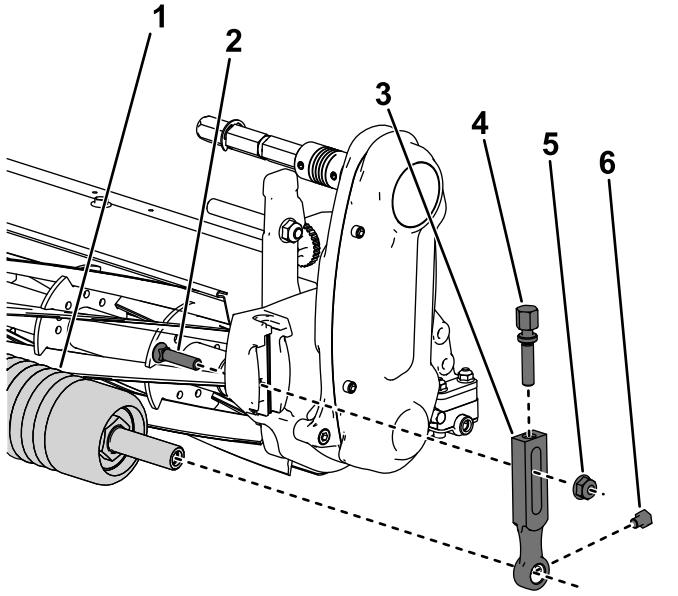

Bild 3
1. Entfernen Sie die Senkschraube, Scheibe und Bundmutter, mit denen einer der Schnitthöhenarme an der Seitenplatte der Schneideeinheit befestigt ist (Bild 3).